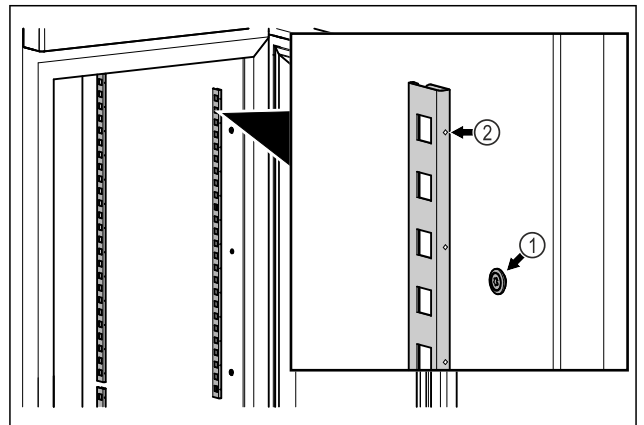

Fig. 48 Voorbeeld
- ▶ Vastzetstrips in de ophanging Fig. 48 (1) haken. Markering Fig. 48 (2) moet naar voren wijzen.